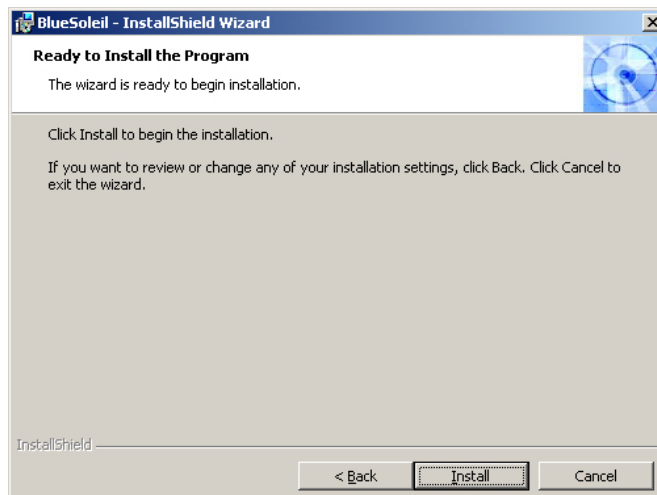

Abbildung 7-34: Bereit zur Installation
Schritt 8: Klicken Sie auf **Next**. Der Installshield Wizard ist bereit zur Installation des Programms (Abbildung 7-34).